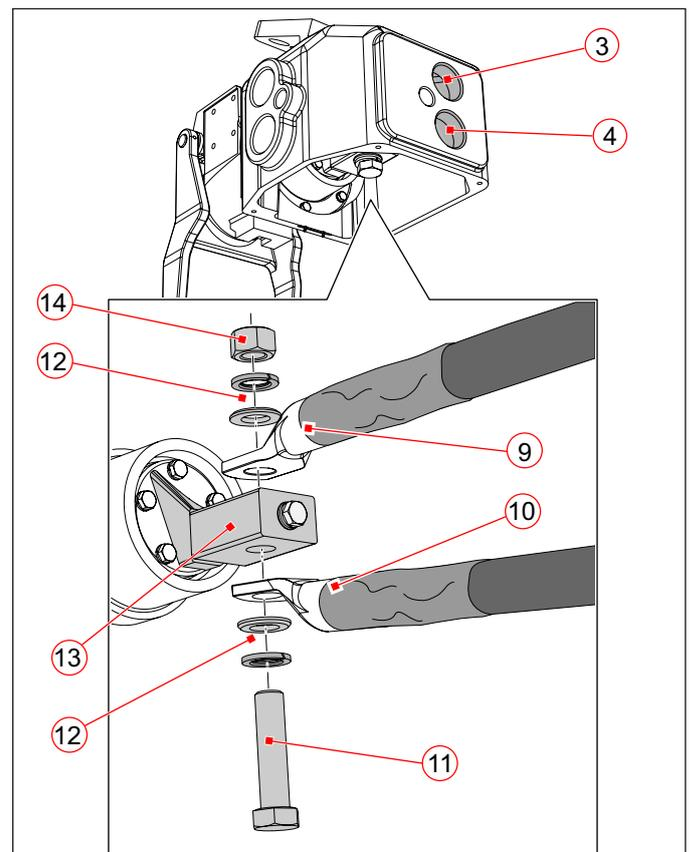
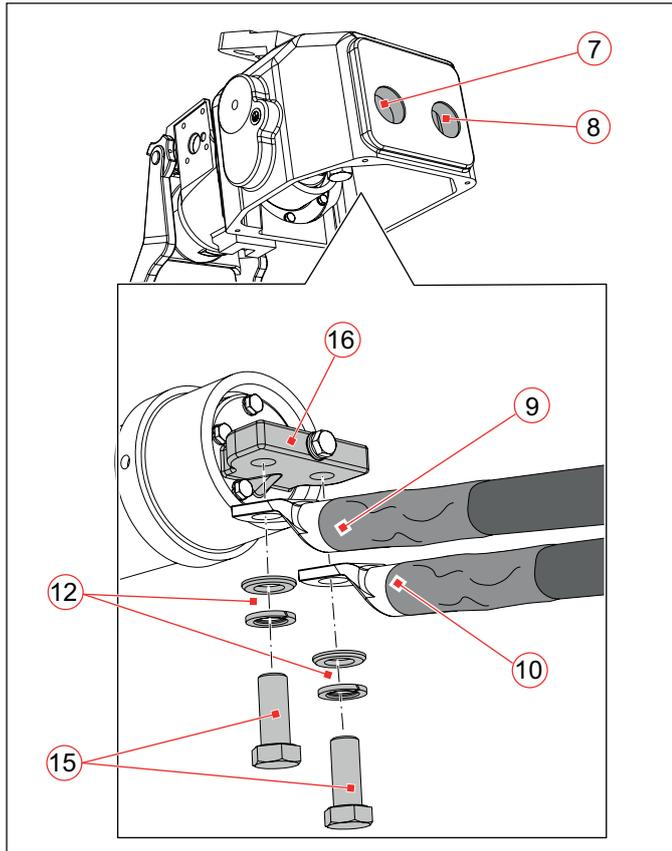

Abb. 9: Kabelanschlüsse 2 x hinten, vertikal
Abb. 12: Kabelanschlüsse 2 x hinten, horizontal
- ▶ Je nach Anschlussart der Kabel (hinten, seitlich, siehe **Abb. 9 bis Abb. 12**), die vorbereiteten Kabeldurchführung an den Kabeln bzw. an den Kabelausgängen anbringen und die Kabel in die Kupplungsdose einführen.
Anschluss 2 x hinten, vertikal (**Abb. 9**)
- ▶ Bei Anschlussart 2 x hinten (3/4) die Kabel mit Schraube (11), Beilagscheiben sowie Sperrkantringen (12) und Mutter (14) gemäß **Abb. 9** am Anschlussstück (13) anschließen.
Anschluss 2 x hinten, horizontal (Abb. 12)
- ▶ Bei Anschlussart 2 x hinten (7/8) die Kabel mit Schrauben (15), Beilagscheiben sowie Sperrkantringen (12) gemäß **Abb. 12** am Anschlussstück (16) anschließen.